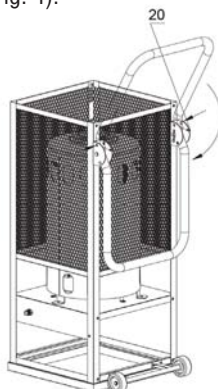

Figure 3
3. Appuyez sur le bouton de la poignée et tournez celle-ci sa la position la moins élevée de la façon décrite sur le schéma ci-dessous (Fig. 3).